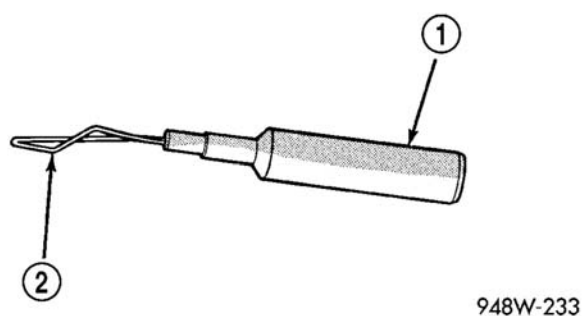

图 5 探测工具
• 探测工具—这些工具用于探测插接器中的端子（图 5）。从专用工具组件 6807 中选择尺寸合适的工具并将其插入被测试的端子中。用工具的另一端插入仪表探针。